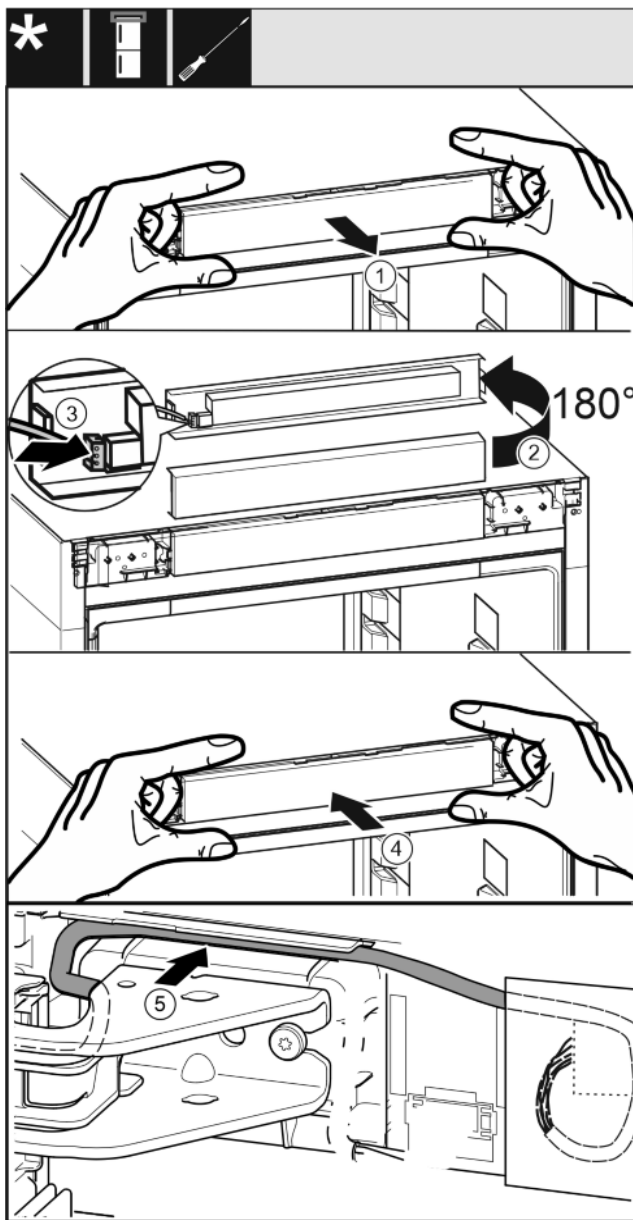

Fig. 34
- ▶ Opatrně vyjměte panel. Fig. 34 (1)
- ▶ Panel otočte nahoru o 180°. Fig. 34 (2)
- ▶ Zástrčka zacvakne do panelu. Fig. 34 (3)
- ▶ Nasadte panel zpět na přístroj. Fig. 34 (4)
- ▶ Šedý kabel opatrně položte do vedení nad horním stojanem ložiska. Fig. 34 (5)